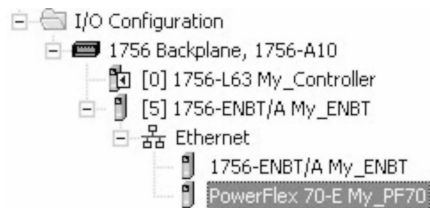

图 25-18 I/O 配置项目列表
17. 验证 PowerFlex 70 是否位于 I/O 组态文件夹中。已生成 PowerFlex 70 节点，该节点现在位于 I/O 树中，如图 25-18 所示。